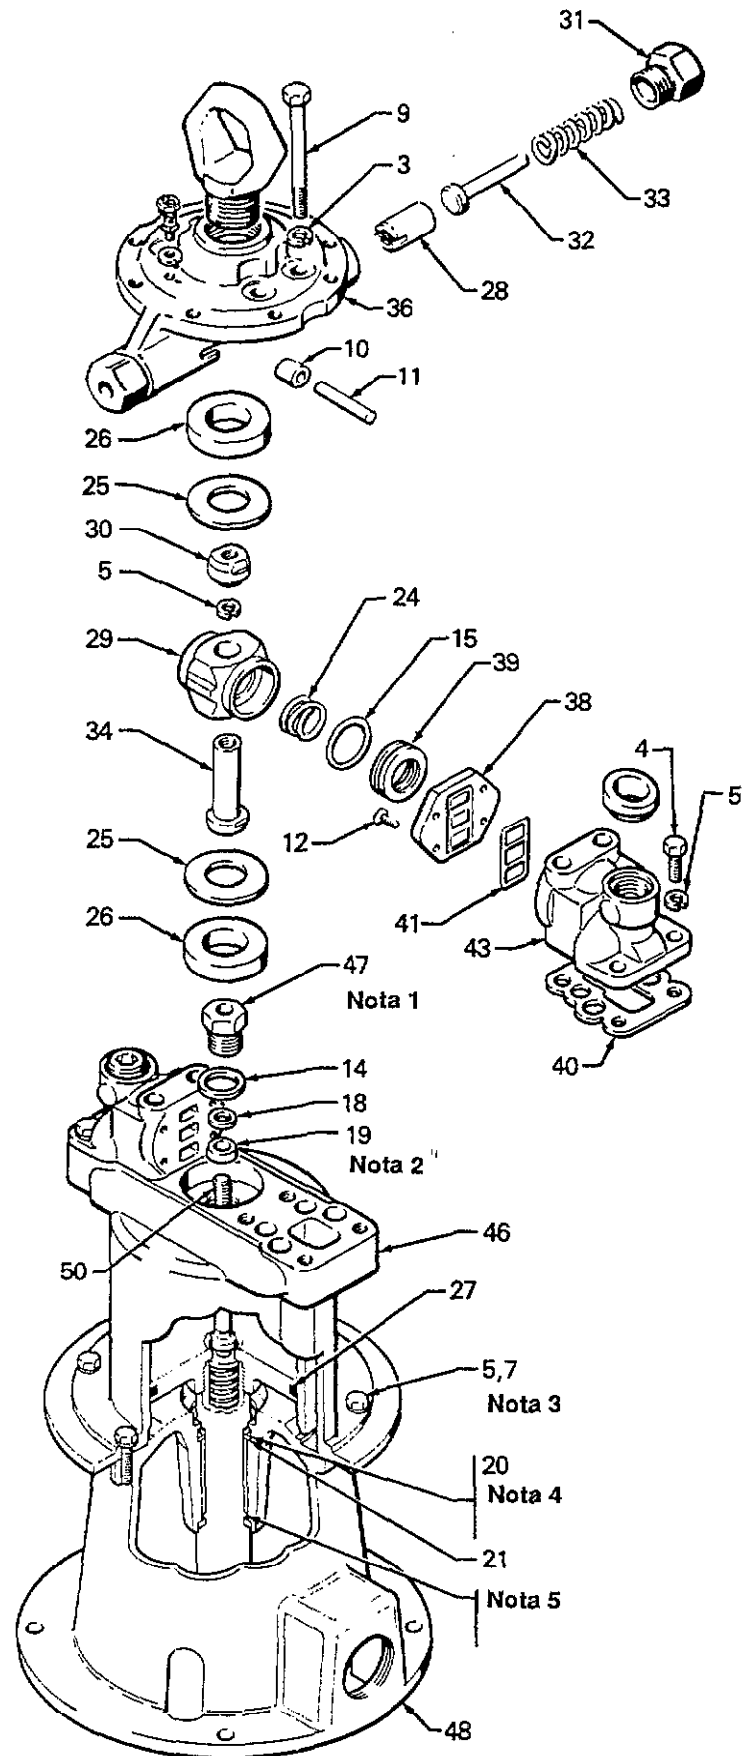

Fig 6-1
1. Retirer les vis (7) et rondelles d'arrêt (5), puis tirer le cylindre (46) tout *droit vers le haut* pour le dégager du piston. Voir Fig. 6.1.
2. Déposer le palier (47) de la tige d'inversion à l'aide d'une clé à douille de 1". Retirer le joint (14), la rondelle (18) et le joint (19) du palier.
3. Graisser la cavité de l'embase (48) et installer une rondelle (21\*) et un joint en V (20\*) de telle sorte que les lèvres de ce dernier soient orientées *vers le haut* dans l'embase. Voir Figs. 6.1 et 6.2.
6. Guider l'ensemble de piston et le cylindre dans l'embase, en alignant correctement l'embase et le cylindre. Installer les rondelles d'arrêt (5) et les vis (7) et les serrer au couple de 11 à 20 N.m. Voir Fig. 6.1.
7. Installer une rondelle d'appui (18\*) et un joint en V (19\*) dans le palier (47) de telle sorte que les lèvres du joint en V soient orientées vers le bas dans le cylindre. Installer le joint (14\*) sur le palier. Installer le palier dans le presse-étoupe du cylindre. A l'aide d'une clé de 1", serrer le palier au couple de 88 à 95 N.m. Voir Fig. 6.1.
8. Installer le patin amortisseur (26) et la rondelle (25) dans le presse-étoupe du cylindre.
9. Placer l'outil d'écartement des soupapes d'air (commander la référence 168-513) sur le cylindre. Positionner les joints (40\*) et les collecteurs (43) sur le cylindre. Installer les vis (4) et les rondelles (5). Retirer l'outil.
10. Enfiler le moyeu (34) sur la tige, puis saisir celle-ci par-dessous le moyeu au moyen de la pince-étai spéciale. Visser le moyeu aussi loin que possible. Voir Fig. 6.1.
11. Installer le logement des soupapes d'air (29), la rondelle (5) et l'écrou de la tige d'inversion (30). Maintenir les méplats du logement des soupapes au moyen d'une clé et, avec une autre clé, serrer l'écrou de la
12. Installer un joint torique (15\*) sur chacune des soupapes de guidage (39). Graisser les soupapes et les ressorts (24), et les placer de chaque côté du logement des soupapes. Maintenir les pièces en place par le haut et faire tourner avec précaution le logement des soupapes jusqu'à ce qu'il glisse entre les collecteurs. **Prendre bien garde à ne pas se pincer les doigts !** Voir Fig. 6.1.
14. Graisser le piston (28) et le guide (32) et les installer avec le ressort (33) de chaque côté de la chambre de détente (36). Visser *sans serrer* un arrêteur (31) de chaque côté de la chambre. Voir Fig. 6.1.
15. Installer le patin amortisseur (26) et la rondelle (25) au fond de la chambre de détente. Graisser et assembler les axes (11) et les rouleaux (10) et les installer dans la chambre. Voir Fig. 6.1.
16. Positionner la chambre de détente sur les collecteurs et installer les rondelles (3) et vis (9). Finir ensuite de serrer les arrêteurs (31) **simultanément**. Enfin, serrer fermement les vis (9).